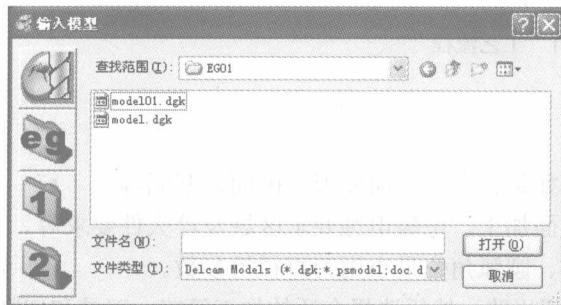

图 1-22 “输入模型”对话框
1) 在“PowerMILL 资源管理器”对话框中用鼠标右键单击“模型”→“输入模型”命令,将弹出如图 1-22 所示的对话框,在此对话框内选择附盘文件“\Examples\EG01\model01.dgk”,单击“打开”按钮,输入图形文件。